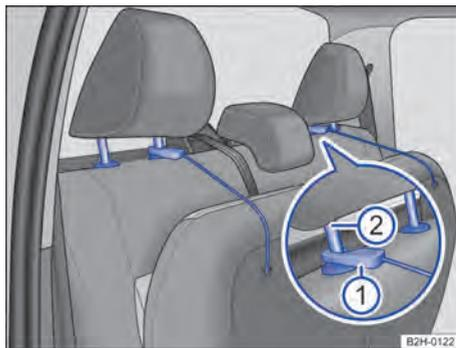

Fig. 59 No banco traseiro: fixar a superfície do banco nos apoios para cabeça.
3. Se necessário, empurrar o apoio para cabeça para cima e prender a cinta de fixação → Fig. 59 ① na barra interna do apoio para cabeça ②.